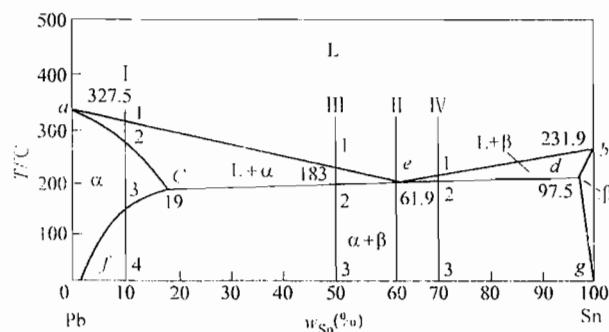

图 14-1 第四题第 6 小题图
5. 铝酸钇 ( $\text{YAlO}_3$ ) 的晶体结构为钙钛矿型，钇占据角顶位置，氧占据面心位置，铝占据体心位置。已知铝、钇和氧的电负性  $\chi$  分别为 1.61、1.22、3.44，离子半径分别为  $67.5\text{pm}$ 、 $104\text{pm}$ 、 $126\text{pm}$  ( $1\text{pm} = 10^{-12}\text{m}$ )。(1) 画出结构；(2) 判断键性；(3) 铝填充的是什么空隙，计算说明其配位数是否合理；(4) 用鲍林规则分析其结构稳定性。(15分)
6. 画出图 14-1 所示铅锡相图中含 Sn10% 的铅锡合金的冷却曲线并分析结晶过程；计算室温时  $\alpha$  相和  $\beta_{II}$  相的含量。(15分)